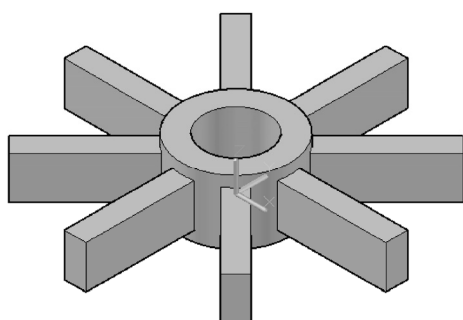

图 10-45 合并实体模型
3) 单击“并集”按钮 ，选择环形的拉伸实体，再分别选择其他 8 个长方体，按〈Enter〉键。合并成一个实体对象的效果如图 10-45 所示。